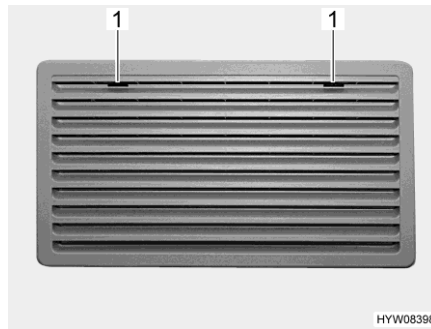
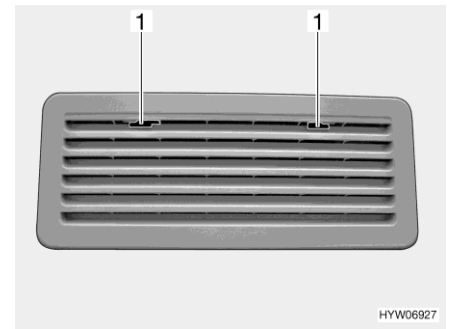

Bild 237 Kylskåpets ventilationsgaller (Thetford stort)
Bild 238 Kylskåpets ventilationsgaller (Thetford litet)
- Skjut spärren (Bild 237,1 eller Bild 238,1) till mitten.